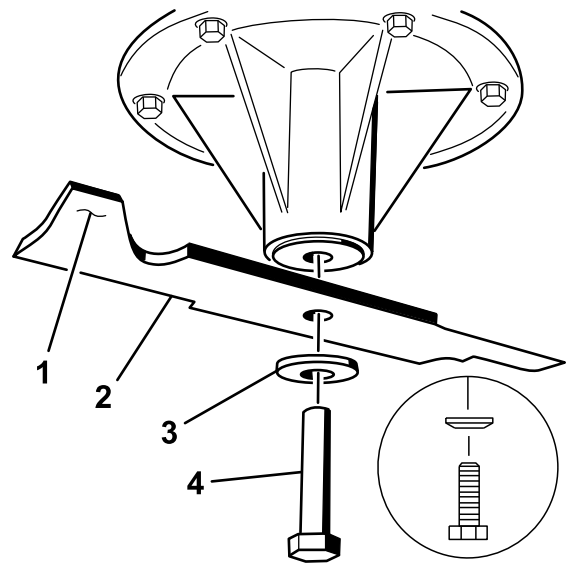

Figure 94
1. Placez la lame sur l'axe (Figure 94).
2. Installez la rondelle élastique et le boulon de la lame. Le cône de la rondelle élastique doit être dirigé vers la tête du boulon (Figure 94). Serrez les boulons des lames à un couple de 115 à 150 Nm.